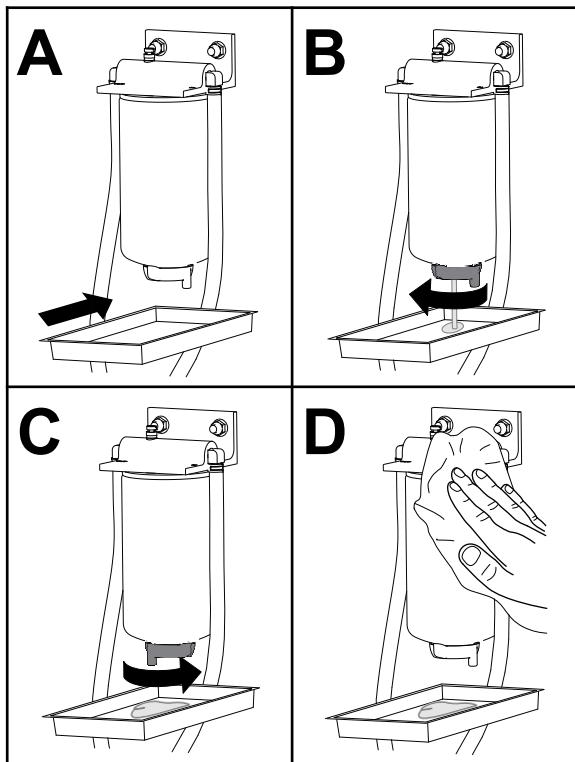

図 53
1. 図 53に示すようにして、燃料/水セパレータから水を流し出す。
1. 図 53に示すように燃料/水フィルタを交換する。